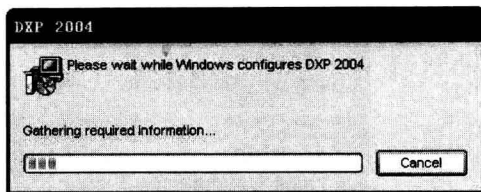

图 1.8 正在卸载 Protel DXP 2004 的对话框
③ 单击“是”按钮就进入如图 1.8 所示的正在卸载 Protel DXP 2004 的对话框,开始卸载 Protel DXP 2004。